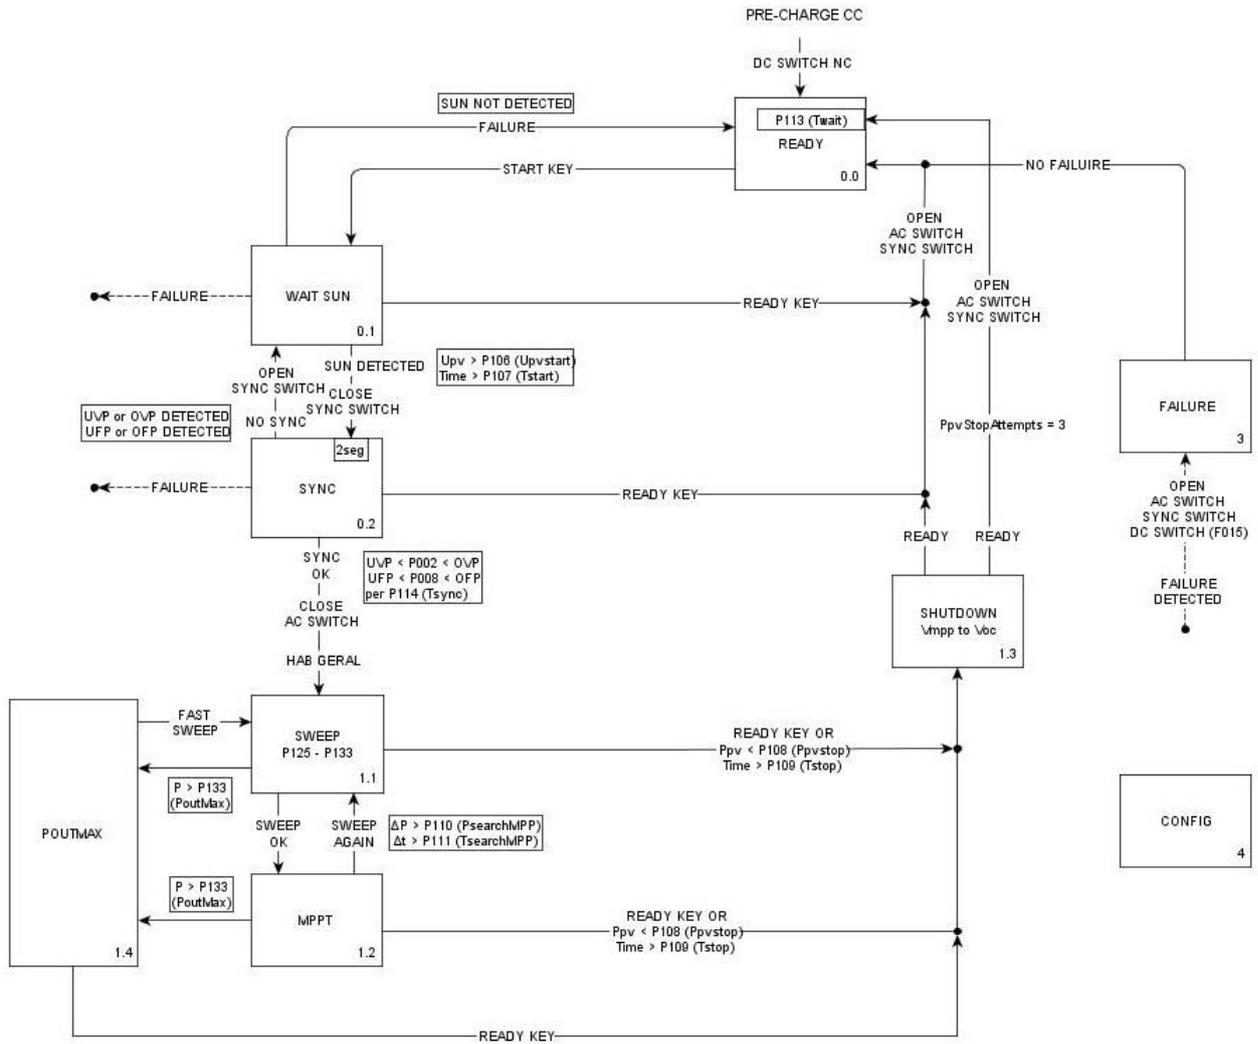

Figura 5-9 - Metodologia de energização (Power-on) do SIW700.
- Todo o procedimento de energização do SIW700, juntamente com os sete (7) modos de operação do inversor são mostrados na Figura 5-9. Os modos de operação em que o inversor permanece desabilitado é ilustrado pela identificação "0.x", que são o READY, WAITSUN e SYNC. Os modos de operação em que o inversor permanece habilitado é ilustrado pela identificação "1.x", que são o SWEEP, MPPT, POUTMAX e SHUTDOWN. Na sequência de energização os textos START KEY e READY KEY ilustram duas (2) posições diferentes para uma mesma chave física, instalada na porta do painel do SIW700. Selecionando essa chave para a posição START KEY o usuário dá início ao processo de energização e conexão com a rede elétrica. Selecionando a mesma chave para a posição READY KEY o usuário realiza o SHUTDOWN do inversor, desligando-o de forma suave. O parâmetro P0026 apresenta uma lista mais detalhada dos possíveis modos de operação.